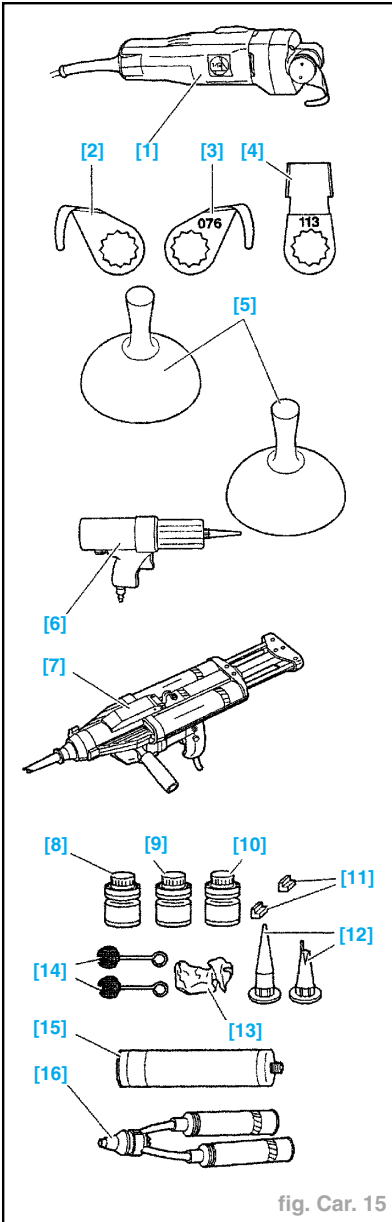

fig. Car. 15
(fig. Car. 15)
- Équiper le couteau électrique [1] de la lame [3] (fig. Car. 15).